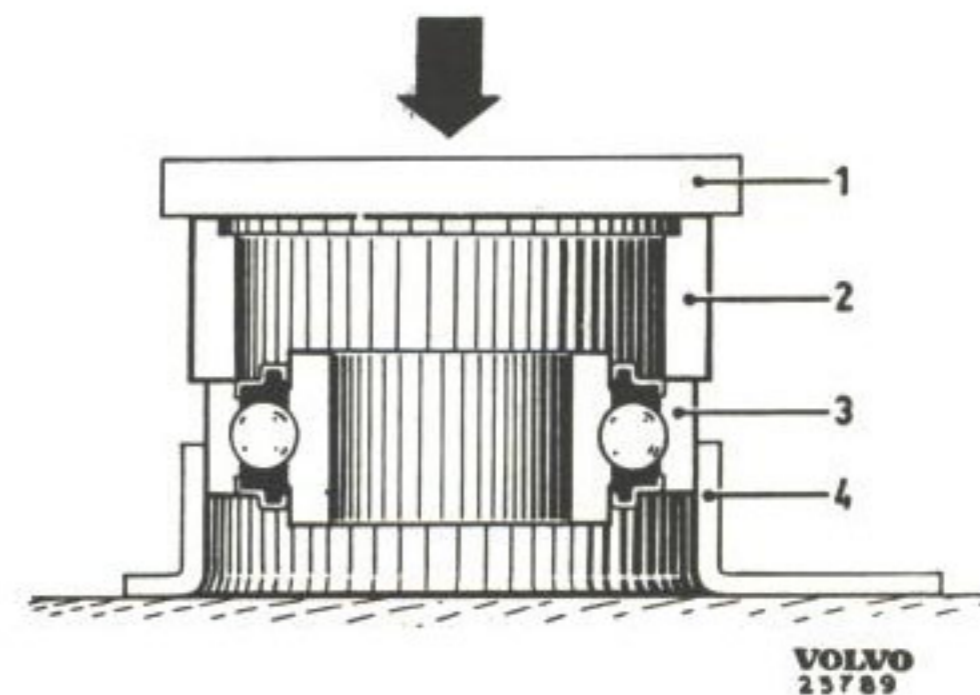

Bild 7. Montering av stödlager.
stödlager (7) bakåt. Pressa stödlagret ur hållaren med en lämplig dorn. Pressa det nya lagret i hållaren med hjälp av ring SVO 4081, se bild 7. Är pressdornens diameter mindre än hålet i ringen lägges en platta (1, bild 7) ovanpå ringen.
Pressa stödlager (7 bild 1 och 2) i hållaren med ring SVO 4081, se bild 7. Sätt skyddsplåt, stödlager, tryckbricka och låsbricka på främre kardanaxeln. Är skyddsplåten av tid. utf. bör den bytas mot skyddsplåt av sen. utf. med styrning mot ytterdiametern och förstorat hål för radieövergången, se bild 12.